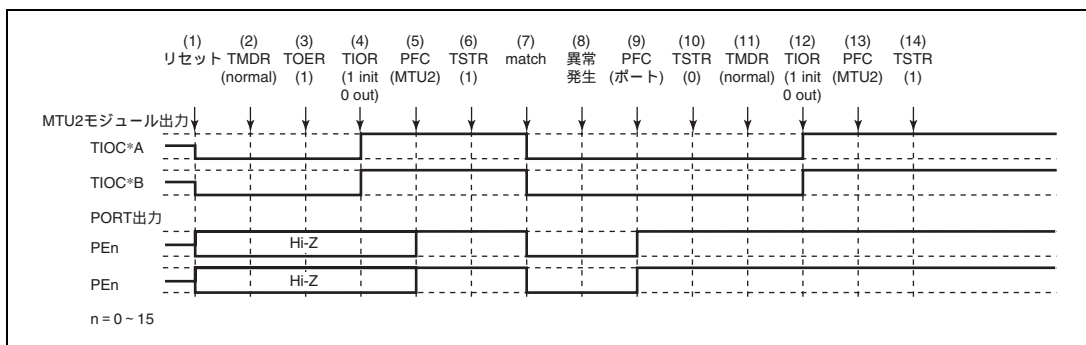

図 12.115 ノーマルモードで異常が発生し、ノーマルモードで復帰する場合
ノーマルモードで異常が発生し、再設定後ノーマルモードで再スタートする場合の説明図を図 12.115 に示します。
(1) ~ (10) は図 12.115 と共通です。
(11) PWM モード 1 を設定します。
(12) TIOR で端子を初期化してください (PWM モード 1 では TIOC*B 側は初期化されません。初期化したい場合はノーマルモードで初期化した後、PWM モード 1 に遷移してください)。
(13) PFC で MTU2 出力としてください。
(14) TSTR で再スタートします。
(11) PWM モード 2 を設定します。
(12) TIOR で端子を初期化してください (PWM モード 2 では周期レジスタの端子は初期化されません。初期化したい場合にはノーマルモードで初期化した後 PWM モード 2 に遷移してください)。
(11) 位相計数モードを設定します。
(12) TIOR で端子を初期化してください。
(11) TIOR でノーマルモードの波形生成部を初期化してください。
(12) TIOR でノーマルモードの波形生成部の動作を禁止してください。
(13) TOER でチャンネル 3、4 の出力を禁止してください。
(14) TOCR で相補 PWM の出力レベルと周期出力の許可禁止を選択してください。
(15) 相補 PWM を設定します。
(16) TOER でチャンネル 3、4 の出力を許可してください。
(17) PFC で MTU2 出力としてください。
(18) TSTR で再スタートします。
- (1) ~ (13) は図 12.115 と共通です。
- (14) TOCR でリセット同期 PWM の出力レベルと周期出力の許可禁止を選択してください。
- (15) リセット同期 PWM を設定します。
- (16) TOER でチャンネル 3、4 の出力を許可してください。
- (17) PFC で MTU2 出力としてください。
- (18) TSTR で再スタートします。